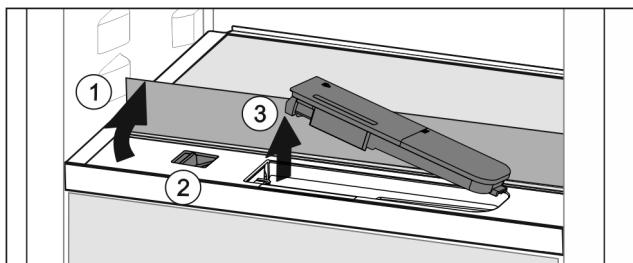

Fig. 42
- Повдигнете стъклена плоча и я завъртете до ограничителя назад Fig. 42 (1).
- Преместете плъзгача Fig. 42 (2) наляво.
- Извадете резервоара за вода Fig. 42 (3).